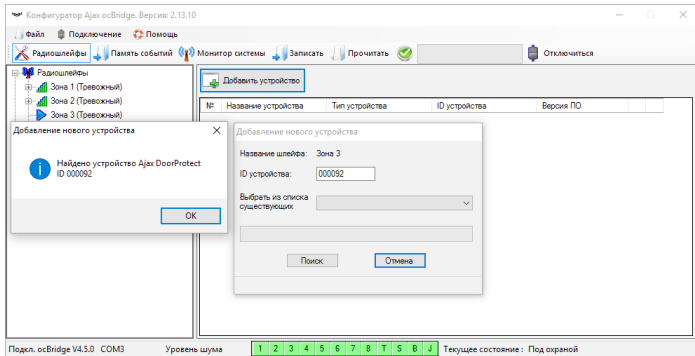

РИС. 4. Регистрация датчиков через программу-конфигуратор
Затем следует указать желаемую зону (подробнее о зонах см. п. 6.4. и 6.6. данной инструкции) курсором, сделать мышкой правый клик и выбрать в контекстном меню пункт «Добавить устройство» либо же нажать клавишу «Добавить устройство» на панели управления. После этого в появившемся окне запроса надо ввести идентификатор (ID) датчика, который указан на его корпусе, и нажать на клавишу «Поиск» (РИС. 4). Когда индикатор поиска начнет двигаться, необходимо включить датчик. Запрос на регистрацию передается только в момент включения датчика! Если регистрация не прошла – выключите датчик на 5 секунд и включите датчик снова. Когда светодиод включенного датчика мигает раз в секунду в течение минуты, значит датчик не зарегистрирован! Таким же образом светодиод мигает, если датчик удален из списка зарегистрированных!
4.4. После успешной регистрации датчиков в охранной системе нажмите кнопку «Записать» (РИС. 4) чтобы сохранить информацию о конфи-
гурации датчиков в памяти приемника osBridge. При повторном подключении приемника к ПК нажмите кнопку «Прочитать» (РИС. 4) чтобы загрузить в конфигуратор ранее сохраненную в osBridge конфигурацию датчиков.